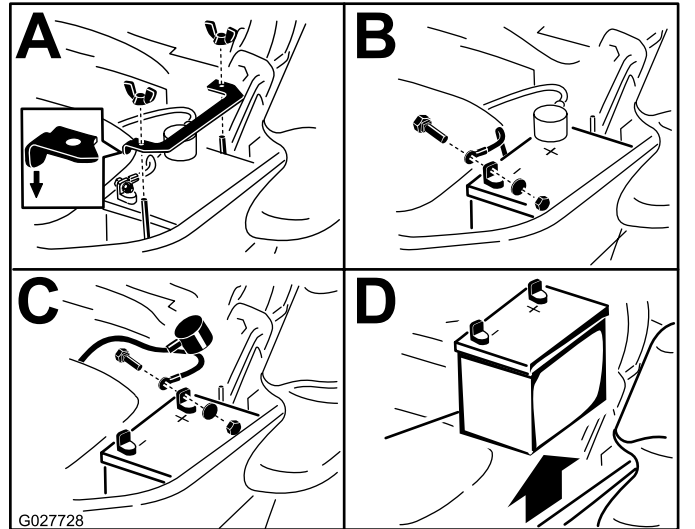

Figura 61
3. Desconecte primero el cable negativo (negro) de la batería del borne negativo (-) de la batería (Figura 61).
4. Retire la cubierta de goma roja del borne positivo (rojo) de la batería y retire el cable positivo (+) (Figura 61).
5. Retire la tuerca de orejeta que sujeta la abrazadera de la batería (Figura 61).
6. Retire la abrazadera (Figura 61).
1. Coloque la batería en la bandeja, con los bornes frente al depósito hidráulico (Figura 61).
4. Fije los cables con 2 pernos, 2 arandelas, y 2 contratuercas (Figura 61).
6. Instale la abrazadera y sujétela con la tuerca de orejeta (Figura 61).